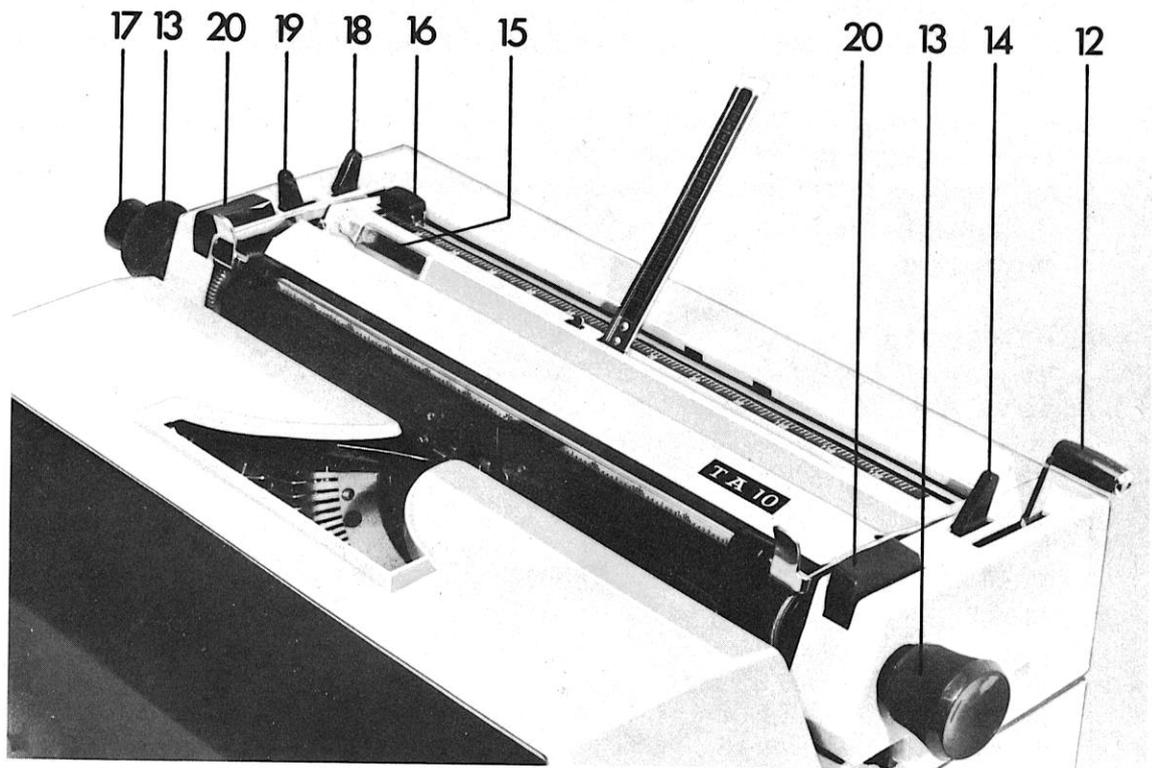

Abb. 8
Durch Vorziehen des Papiereinwerfers (12) Abb. 8 wird das Formular schnell eingezogen und auf Schreibhöhe gebracht. Durch weiteres Betätigen des Papiereinwerfers wird das Formular entweder weiter eingezogen oder auch ausgeworfen.
Ein kurzer Transport des eingezogenen Formulars wird durch Drehen eines der beiden Walzendrehknöpfe (13) Abb. 8 erreicht.
Zum Ausrichten der Formulare wird der Papierlöser (14) Abb. 8 nach vorne gelegt.
Nach dem Ausrichten des Formulars wird die Papieranlage (15) Abb. 8 an den linken Formularrand herangezogen. Damit ist ein gleichmäßiger Zeilenanfang bei allen folgenden Formularen gleicher Art gegeben und eine Übereinstimmung zwischen Programm und Formular gesichert.
Mit dem Randsteller (16) Abb. 8 wird die Wagengrundstellung definiert. Er muß mit dem Beginn der automatisch gesteuerten Vorgänge übereinstimmen. Seine Position ist den Programmunterlagen zu entnehmen. Er darf jedoch nur auf geradzählige Teilungen gesetzt werden.
Der Walzenstechknopf (17) Abb. 8 wird bei Verwendung von Formularen, die auf die TA 10/1 abgestimmt sind, kaum benötigt.
Im Bedarfsfall ist der Walzenstechknopf mit der linken Handfläche einzudrücken und gleichzeitig die Schreibwalze mit einem der Walzendrehknöpfe (13) Abb. 8 zu drehen, bis sich die zu beschriftende Linie in Schreibhöhe befindet.
Mit Hilfe des Walzenlösers (18) Abb. 8 können Buchstaben und Zeichen zwischen die Zeilen geschrieben werden, z.B. H₂O.
Mit dem Zeileneinsteller (19) Abb. 8 können drei verschiedene Zeilenabstände eingestellt werden,
Durch Niederdrücken des rechten oder linken Wagenlösers (20) Abb. 8, wird der Wagen entsperrt, so daß er nach beiden Seiten bewegt werden kann.
- Die an der Maschine eingestellte Randstellerposition (Randsteller siehe Abb. 8) mit der in der Programmbeschreibung angegebenen Randstellerposition vergleichen und bei Abweichungen den Randsteller auf die in der Programmunterlage genannte Position setzen. (Der Randsteller muß grundsätzlich auf geradzahlige Teilungen gesetzt werden).
Mit dem Einschalten der Maschine wird der Schreibwerkwagen automatisch in die Wagengrundstellung (Wagenanfangsstellung) geführt. Wagengrundstellung ist die geradzahlige Teilung, auf die der Randsteller (16) Abb. 8 gesetzt ist.